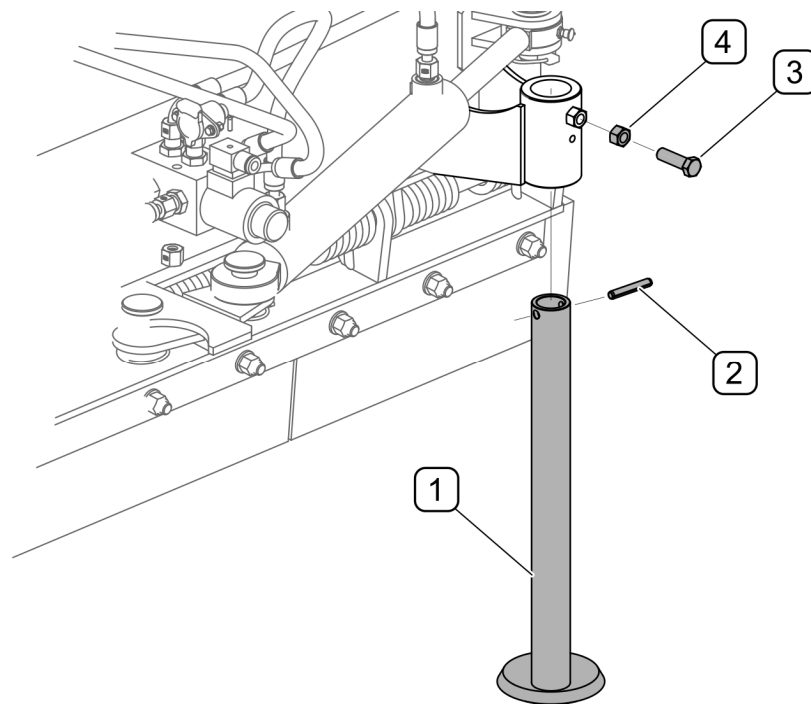

РИСУНОК 5.2 Замена скользящего элемента
(1) - скользящий элемент; (2) - упругий штифт; (3) - болт M10x30-8.8; (4) - контргайка M10-8
Отработанные и поврежденные скользящие элементы (РИСУНОК 5.2) нужно заменить новыми. Для этого нужно поднять снегоотвал и поставить на стабильные и прочные упоры. Когда снегоотвал навешен и поднят на базовом транспортном средстве, его необходимо дополнительно предохранить от оседания и остановить транспортное средство (выключить двигатель и поставить на стояночный тормоз). Удалить упругий штифт (2), ослабить контргайку (4) и отвинтить болт (3) крепления скользящего элемента (1). Проверить скользящие элементы и остальные элементы на наличие повреждений. Монтаж производится в обратной очередности. Способ замены правого и левого скользящего элемента аналогичный. Перечень рабочих элементов скользящего элемента и их номера в каталоге представлены в